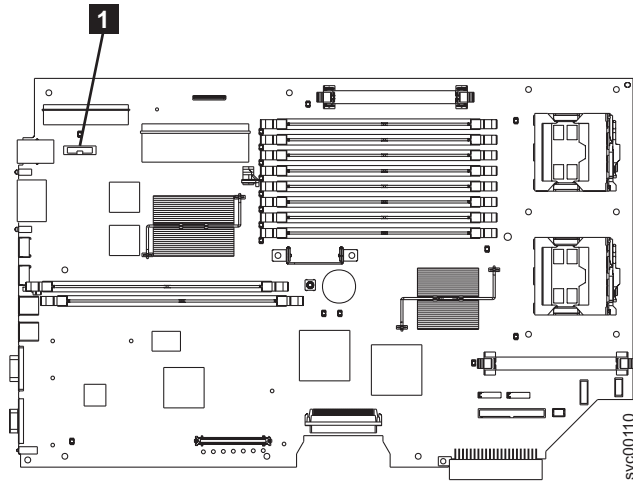

図 96. バッテリーの位置
4. バッテリー **1** をシステム・ボードに配置します。364 ページの図 96 を参照してください。